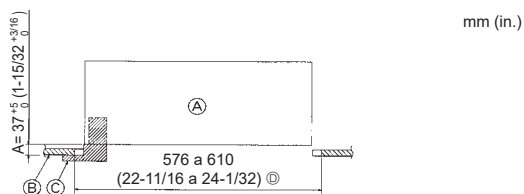

Fig. 5-2
5.3. Preparación para colocar la rejilla (Fig. 5-2)